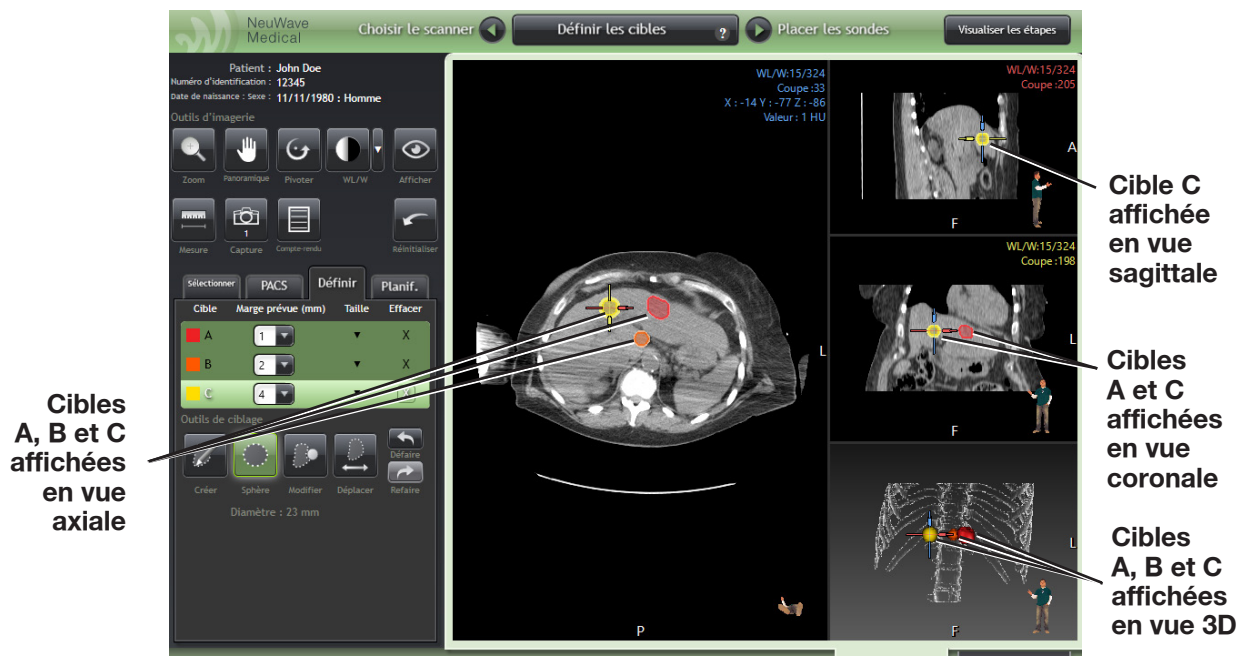

Figure A-7 : L'outil « Sphère ». L'écran « Définir les cibles » affichant l'outil « Sphère » actif (fond vert) dans le volet inférieur gauche.
Utiliser l'outil **Sphère** pour créer rapidement une cible d'ablation parfaitement sphérique, au lieu de segmenter une cible à l'aide de l'outil **Créer** (Figure A-7). Il est également possible d'utiliser l'outil **Sphère** pour définir une zone qui a été traitée.
5. Commencer à créer la cible. Dans la vue de l'image active, essayer de centrer la souris sur le tissu que l'on souhaite cibler. L'outil affiche un aperçu de la zone en créant un contour sphérique vert à l'endroit où le pointeur de l'outil a d'abord été placé, comme illustré sur la Figure A-7.
6. Actionner la molette de la souris vers l'avant pour que l'outil élargisse le diamètre de la sphère. Actionner la molette de la souris vers l'arrière pour réduire le diamètre. Le diamètre de la cible sphérique est indiqué à côté de la sphère affichée ainsi que du bouton de l'outil **Sphère**. Cliquer sur le bouton gauche de la souris lorsque la zone cible souhaitée se trouve à l'intérieur du contour d'aperçu vert. Une fois terminé, la cible prend alors la couleur qui lui a été attribuée dans le tableau de sélection des cibles situé sur le côté gauche de l'écran (Figure A-7).
7. Deux cibles ont été créées avec l'outil « Sphère » dans la vue axiale de l'exemple présenté à la Figure A-7 : une cible de 20 mm de diamètre (B, contour orange) et une cible de 23 mm de diamètre (C, jaune). Le point de référence (croix) est situé au centre de la cible C de façon à ce que la cible C soit visible sur la vue sagittale et les cibles A et C sur la vue coronale. Le tableau de sélection des cibles situé dans le volet de gauche affiche les cibles définies A, B et C avec des marges prévues de 1, 2 et 4 mm, respectivement.